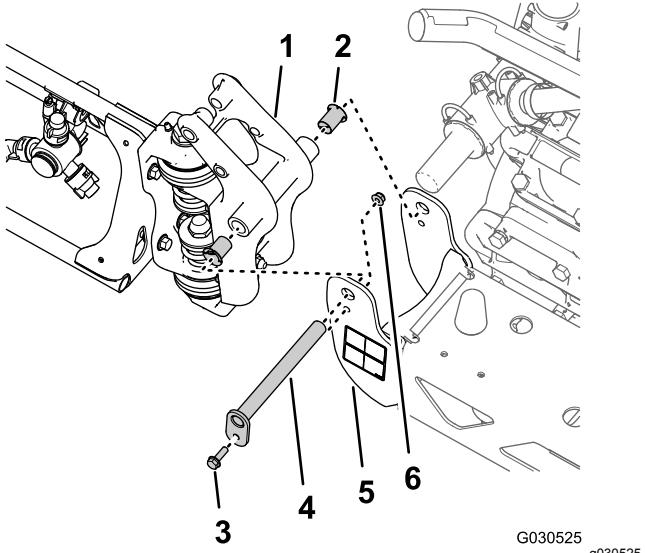

图42
1. 拧下将枢轴销固定至枢轴支架的凸缘螺栓 $5/16 \times 1$ 英寸和凸缘锁紧螺母 $5/16$ 英寸 图42。
2. 从中间喷洒段的枢轴支架和外侧喷洒段的枢轴接头中拆下枢轴销 图42。
3. 将外侧喷洒段与中间喷洒段分开然后从机器中取出外侧喷洒段 图42。
4. 拆下外侧喷洒段枢轴接头上的 2 个尼龙凸缘轴套 图42。